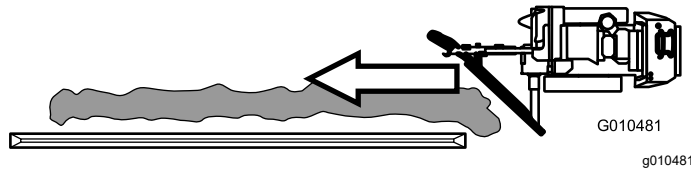

Figure 6
1. Conduisez la trancheuse équipée de la lame jusqu'au bout de la tranchée. Orientez la lame juste derrière le tas de déblais, de sorte que le côté gauche de la lame empiète sur le côté droit de la tranchée (Figure 6).